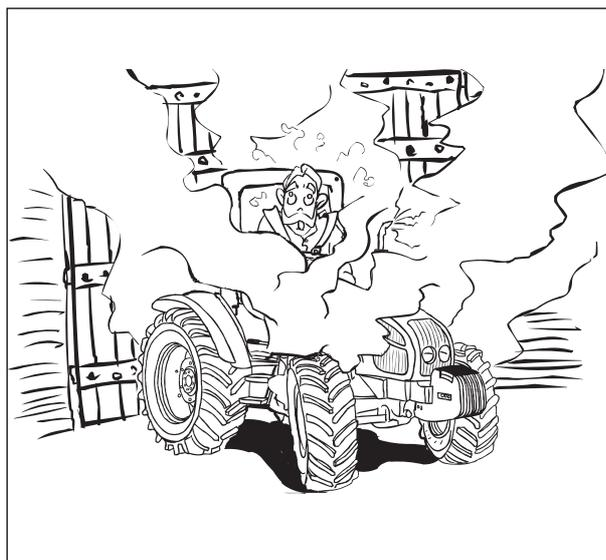

Abb.2-10
**ACHTUNG:** Vor dem Start des Motors sicherstellen, dass eine ausreichende Belüftung garantiert ist. Den Motor **NIE** in geschlossenen Räumen laufen lassen. Abgase können zum Ersticken führen (Abb. 2-10).